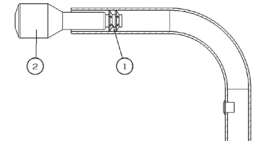

Abb. 30
- Setzen sie eine 1/4"-20-Griffmutter (1) (Abb. 30) mit dem Einlegewerkzeug für die Griffmutter (2) in den Griff (40 mm).